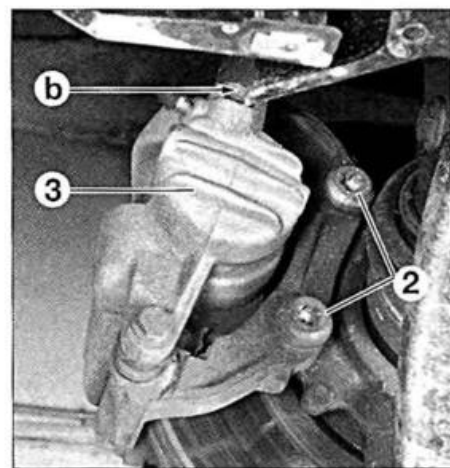

FIG. 8
- Desmontar la tuerca (1).
- Separar el rácor tubo en "b" (fig. 8).
- los tornillos (2)
- la pinza de freno con su soporte (3).
- los tornillos (2) (fig. 8).